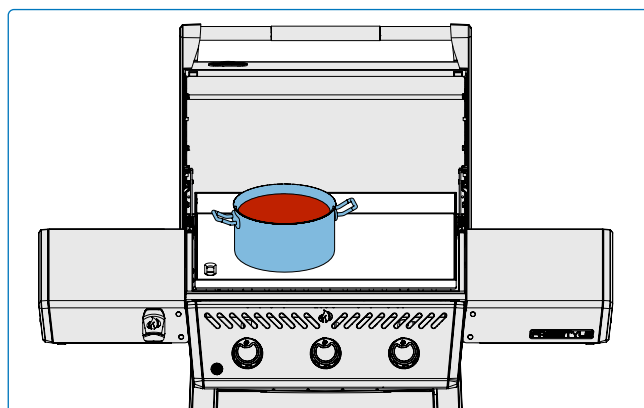

Fig. 10
- Utilice la plancha para derretir o calentar salsas. Coloque las ollas o sartenes a un lado a fuego bajo o medio. **(Fig. 10).**